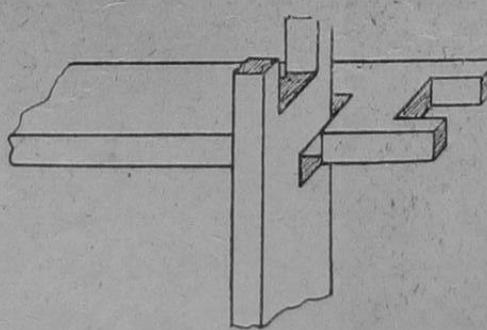

Рис. 2.
на двух остальных — внутренней его ширине. Ширина (B) всех четырех дощечек должна равняться глубине крышки, а ширина выреза (B) зависит от намотки, которую предполагается сделать на рамке. Ширина прорези (Г) равняется толщине дощечек. Сборка рамки изображена на рис. 2 и 3 и произво-